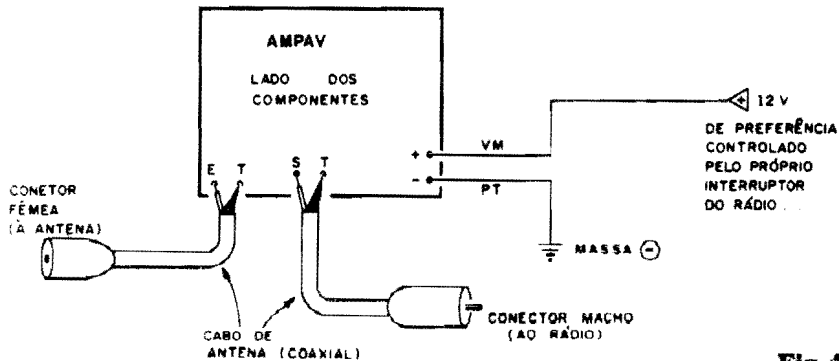
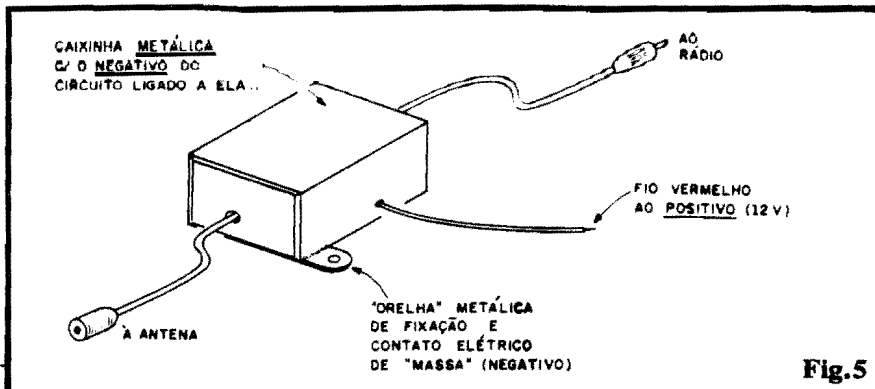

Fig. 4
Fig.5
- FIG. 4 - CONEXÕES EXTERNAS À PLACA - São muito simples as ligações e contatos externos à placa do AMPAV, conforme detalha a figura, que mostra ainda a face não cobreada do Impresso (só que agora "visualmente livre" dos componentes, já demonstrados na figura anterior, para não "embananar" a interpretação...). Os pontos fundamentais restringem-se à perfeita polarização de todas as ligações... A entrada de alimentação deve ser cuidadosamente demarcada, usando-se cabo vermelho para o positivo, e preto para o negativo ("terra" ou massa...), conforme é convencional. As conexões de sinal (Entrada e Saída) devem ser feitas com o cabo coaxial próprio, lembrando sempre que aos pontos "T" são ligadas as "malhas" dos cabos, enquanto que os condutores "vivos" (internos aos cabos, isolados da "malha") vão, respectivamente, aos pontos "E" e "S"... Na terminação dos ditos cabos coaxiais, devem ser aplicados conectores apropriados, sendo um "fêmea" (jaque) no cabo de
- FIG. 5 - CAIXA E INSTALAÇÃO - Não é conveniente que a plaquinha do circuito fique "ao Deus dará"... É quase que obrigatória a sua inserção num pequeno container metálico (as dimensões mínimas estão no item "OPCIONAIS/DIVERSOS" da LISTA DE PEÇAS...). Se o fio preto (negativo) da alimentação (ver fig. 4) for internamente conectado, por solda, ao próprio corpo metálico da caixinha, e se esta for dotada de uma lapela ou "orelha" furada de fixação, será através dessa fixação que o negativo da alimentação encontrará seu "percurso" elétrico, sem problemas,